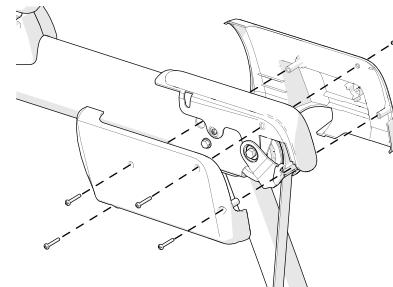

Рисунок 7
- Закрепите правую внутреннюю и внешнюю крышку боковой опоры на правой боковой опоре. Вставьте пять винтов **6** и затяните их с крутящим моментом 1-1,35 Н м (8-12 фунт силы-дюймов) с помощью крестовой отвертки № 2 (см. рисунок 7).